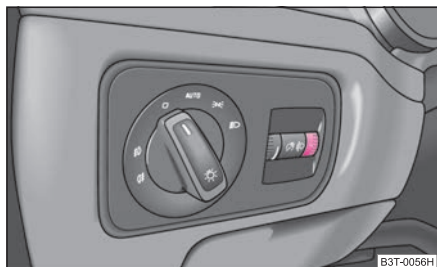

Fig. 45 Tablero de instrumentos: regulación del alcance luminoso de los faros
- Girar el regulador giratorio $\Rightarrow$ fig. 45, hasta que la luz de cruce esté ajustada de tal modo, que no se deslumbre a otros concurrentes en el tráfico.